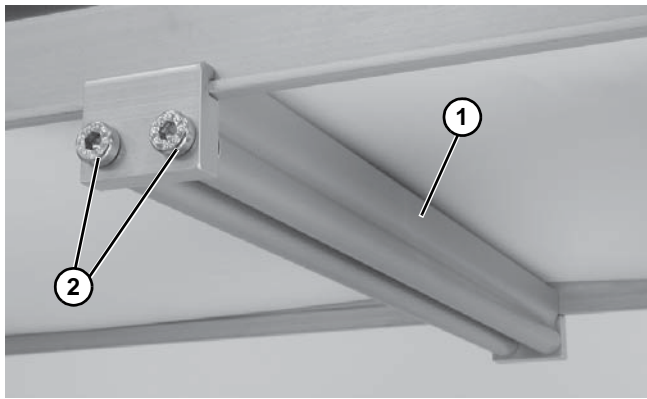

Figura 16
3. Instale el rodillo tal y como se muestra en la (**Figura 16, artículo 1**). Apriete los tornillos (**Figura 16, artículo 2**) a 7 Nm.